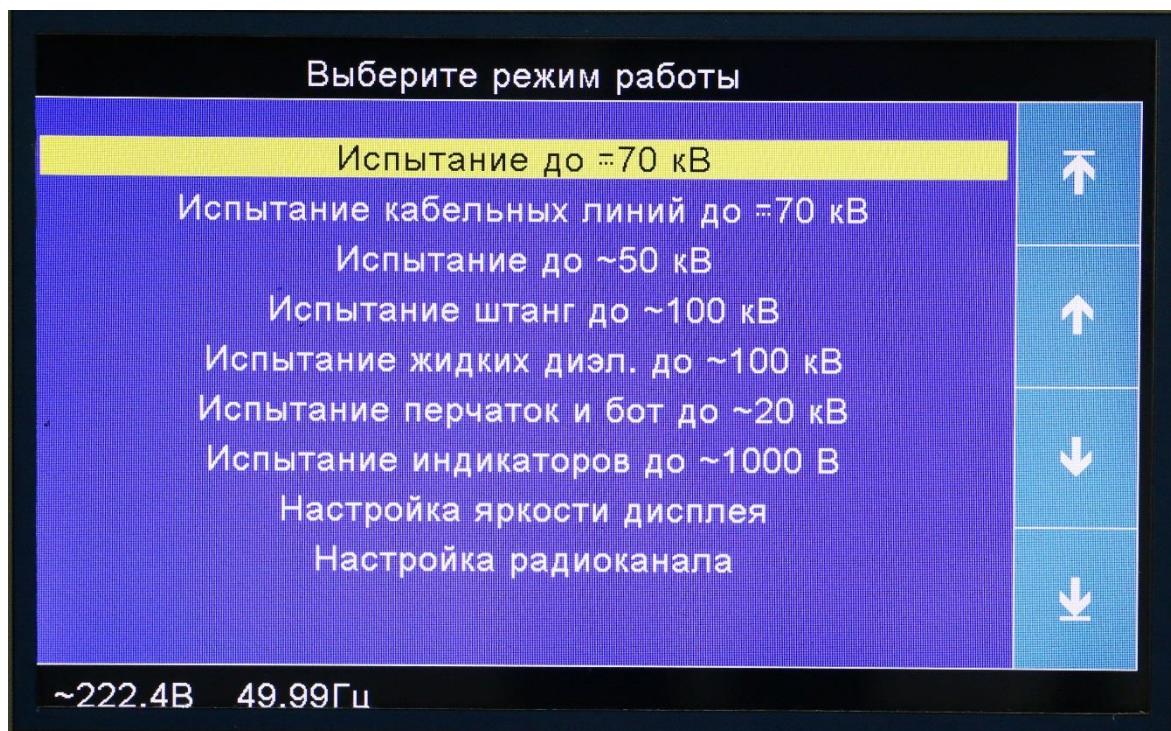

Рис.4.5. Основное меню блока управления, возникающее при его включении
- 8.1.4 Нажать кнопку «ПУСК» на лицевой панели БУ. На экране появится изображение главного меню (рис.4.5) и загорится красный сигнальный светильник над входом на испытательное поле.
8.1.5. Нажимая кнопки блока управления (рис. 4.1 поз.2), расположенные рядом с символами на мониторе блока управления «» или «» оператор активизирует (выделяет желтым цветом) поочередно строки основного меню (рис.4.5). Выбрав необходимый режим работы (т.е. активизировав определенную строку главного меню), оператор должен нажать кнопку «ВЫПОЛНИТЬ» блока управления (включится сирена на 1-2с.) При этом, блок управления переходит в работу по выполнению выбранного режима. Быстрый переход на крайние строки основного меню может быть осуществлён нажатием кнопок блока управления, расположенных рядом с символами на мониторе блока управления «» «».